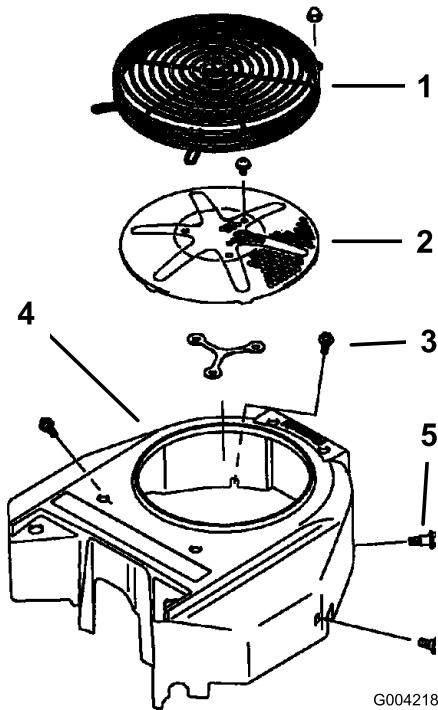

Figure 62
3. Enlevez la grille, la prise d'air et le boîtier du ventilateur (Figure 62).
5. Remettez la grille d'entrée d'air, le lanceur et le boîtier du ventilateur (Figure 62).